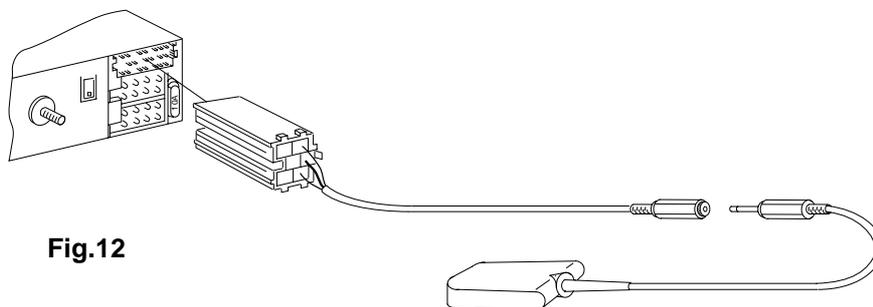

Fig.12
- Anschluß Meßmikrofon Fig. 12